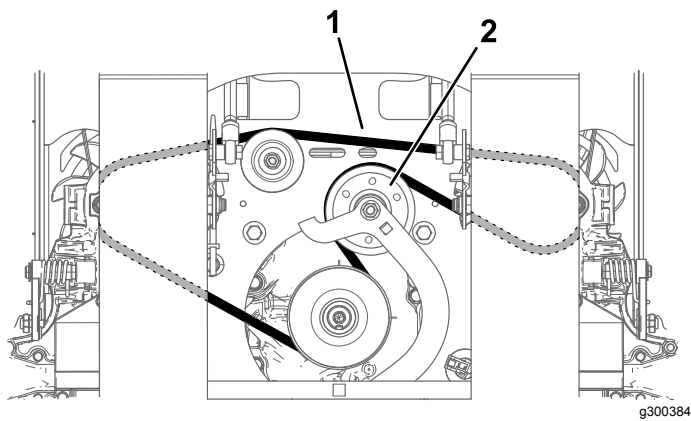

Figura 58
6. Rimuovete la cinghia (Figura 58).
8. Montate la nuova cinghia facendola passare attorno alle pulegge come mostrato nella Figura 58.